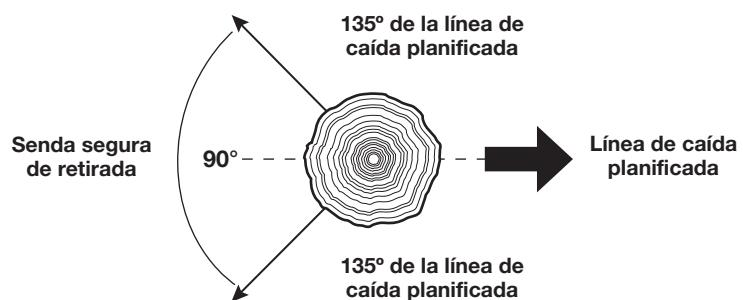

Fig. 22
- Determine una senda de escape rápida y segura. Despeje el área alrededor del árbol y compruebe que no haya obstrucciones que bloquen la senda de escape. Establezca un corredor de escape en un ángulo de 90°, aproximadamente a 135° de la línea de caída (Fig. 22).